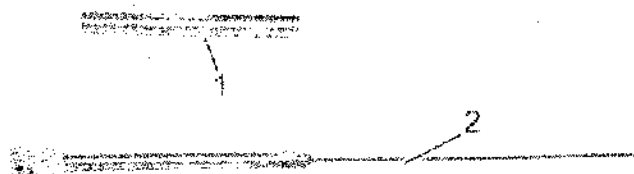

Рис. 65: Компоненты иглы введения
5. Снять направляющую трубку (рис. 65/1) и соединительные детали (рис. 65/3) иглы введения (рис. 65/2).